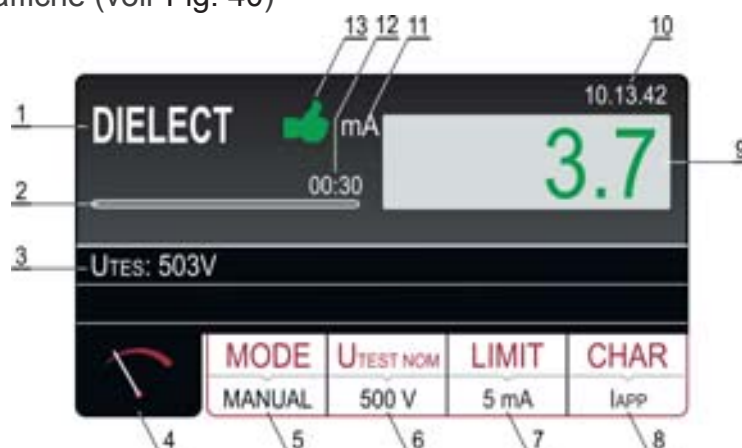

Fig. 40: Page-écran des résultats des essais DIELECTRIC
10. Effectuer la mesure en appuyant sur la touche **START/STOP**. Le résultat de la mesure est affiché (voir Fig. 40)